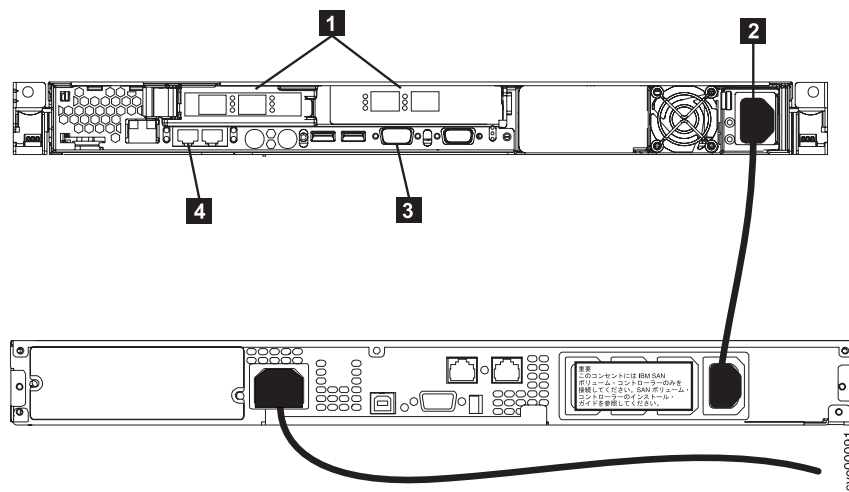

図1. SAN ボリューム・コントローラー 2145-8F2 および 2145 UPS-1U の電源ケーブルとシグナル・ソケット
2. 電源ケーブル **2** が 2145 UPS-1U のロード・セグメント・コンセントに接続されていることを確認します。また、2145 UPS-1U の電源ケーブルのもう一方の端が 2145 UPS-1U からラック内の配分点に接続されていることを確認します。図 1 は、SAN ボリューム・コントローラー 2145-8F2 および 2145 UPS-1U のコネクタを示しています。